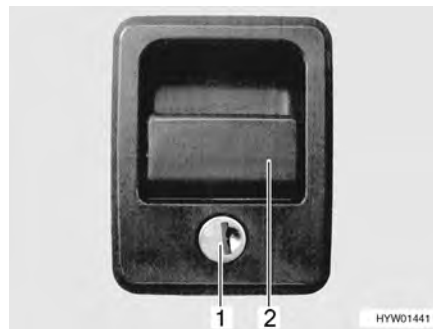

Fig. 36 Cerradura de la trampilla con tirador concha
- Introducir la llave en el cilindro de cierre (Fig. 36,1) y girarla un cuarto de vuelta. La cerradura de la trampilla está desbloqueada.
- Tirar del asidero de la cerradura (Fig. 36,2). La trampilla exterior está abierta.